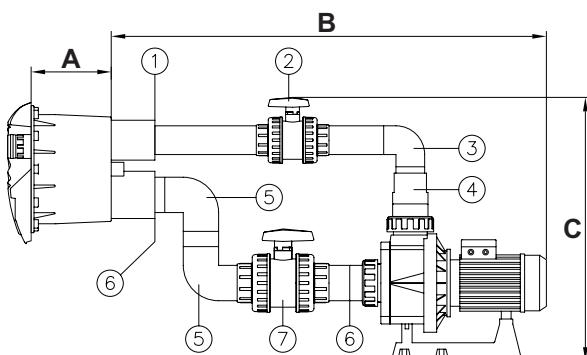

Fig. 6
- Verbinden Sie die Reduzierhülse von 75x63 mm (Nr.1, Fig.6) im Anschluß für den Antrieb des Gehäuses (siehe Fig. 6).
- Verbinden Sie ein Rohr Ø 63mm (\*) mit der Reduzierhülse (Nr.1, Fig. 6).
- Verbinden Sie das Ventil Ø 63mm (Nr.2, Fig. 6) mit dem Rohr Ø 63mm (\*).
- Verbinden Sie das Rohr Ø 63mm (\*) mit dem Ventil Ø 63mm (Nr.2, Fig. 6).
- Verbinden Sie den Rohrkümmmer Ø63mm (Nr.3, Fig. 6) mit dem Rohr Ø63 mm (\*).
- Verbinden Sie das Rohr Ø 63mm (\*) mit dem Rohrkümmmer (Nr.3, Fig.6).
- Verbinden Sie die konische Reduzierung von 90/75/63 mm (Nr.4, Fig. 6) mit dem Rohr Ø 63mm (\*) und mit der Rohrverschraubung der Pumpe Ø 90mm.
- Verbinden Sie die Reduzierhülse von 75x63 mm (Nr.6, Fig.6) im Anschluß für die Ansaugung des Gehäuses (siehe Fig. 6).
- Benutzen Sie ein Rohr von Ø 75mm (\*) und schließen Sie damit einen Rohrkümmmer Ø 75mm (Nr.5, Fig.6) an die Reduzierhülse (Nr.6, Fig.6) an.
- Mit einem Rohr von Ø 75mm (\*) vereinen wir nun den anderen Rohrkümmmer von Ø75mm (Nr.5, Fig.6) mit dem schon verleimten Rohrkümmmer (siehe Fig. 6).
- Verbinden Sie das Ventil Ø75mm (Nr.7, Fig.6) mit dem Rohrkümmmer (Nr.5, Fig.6), indem Sie für den Anschluß ein Rohr von Ø 75mm (\*) benutzen.
- Verbinden Sie ein Rohr Ø 75mm (\*) mit dem Ventil (Nr.7, Fig. 6).
- Verbinden Sie eine Reduzierhülse von 90x75 mm (Nr.6, Fig.6) mit dem Rohr Ø 75mm (\*) und mit der Rohrverschraubung der Pumpe Ø 90mm.